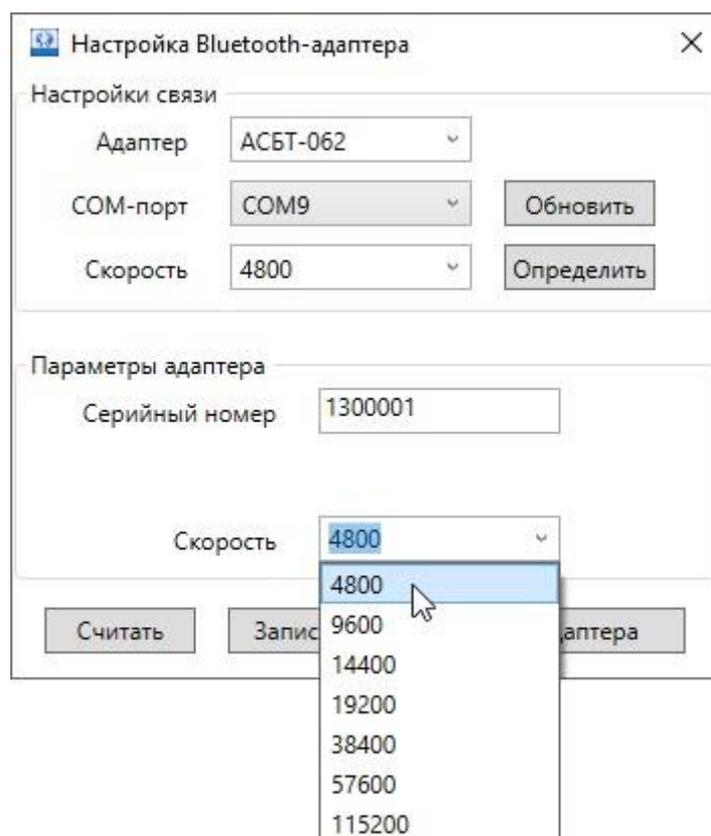

Рис.10. Ввод серийного номера и установка значения скорости.
3.3.8. В области **Параметры адаптера**, в поле **Серийный номер** укажите номер прибора. В поле **Скорость**, из раскрывающего списка выберите значение скорости связи подключаемого прибора. Затем нажмите кнопку **Записать** (рис.10).